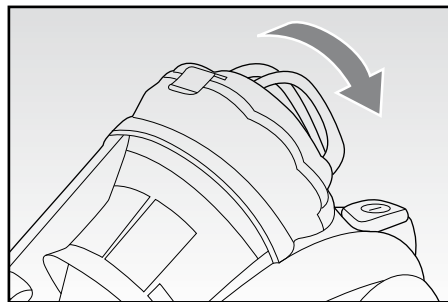

Fig. 11
- Prima di procedere con un nuovo utilizzo, occorre riassemblare il contenitore (A).
- Inserire il filtro all'interno del contenitore (A) e bloccarlo ruotandolo in senso antiorario.
- Reinserire poi il contenitore della polvere completo (A) sul corpo dell'apparecchio premendolo leggermente fino ad udire lo scatto di avvenuto aggancio (Fig. 11).